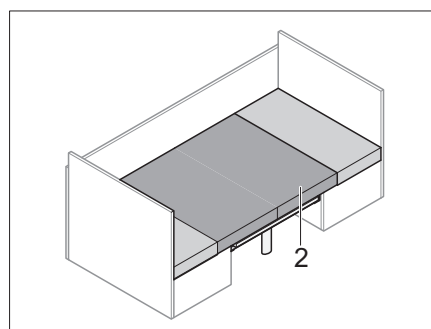

Fig. 60 Cojín adicional insertado
- Insertar el cojín adicional (Fig. 60,2) suministrado.